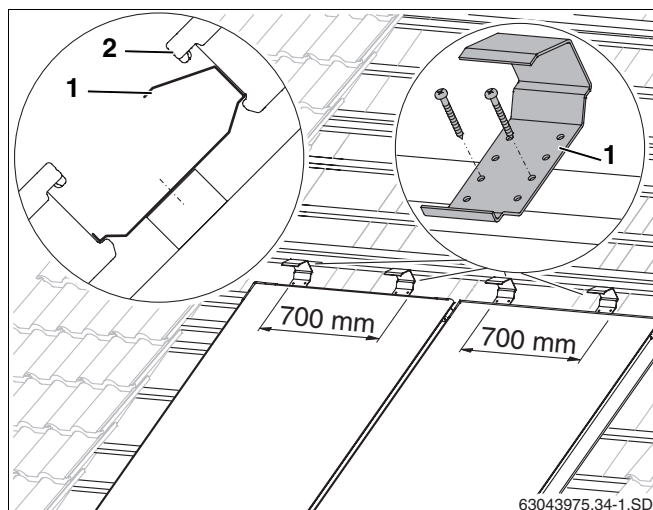

Fig. 31 Sicurezze anti scivolamento per la seconda serie di collettori
- Sopra ogni collettore inferiore, disporre due sicurezze anti scivolamento (fig. 31, **pos. 1**) in posizione centrale (a 700 mm l'una dall'altra) sul quarto listello aggiuntivo della serie inferiore, e fissarle con due viti 4×40.
- Far scivolare il collettore della serie superiore (fig. 31, **pos. 2**) contro le sicurezze anti scivolamento e allinearli con la serie inferiore.